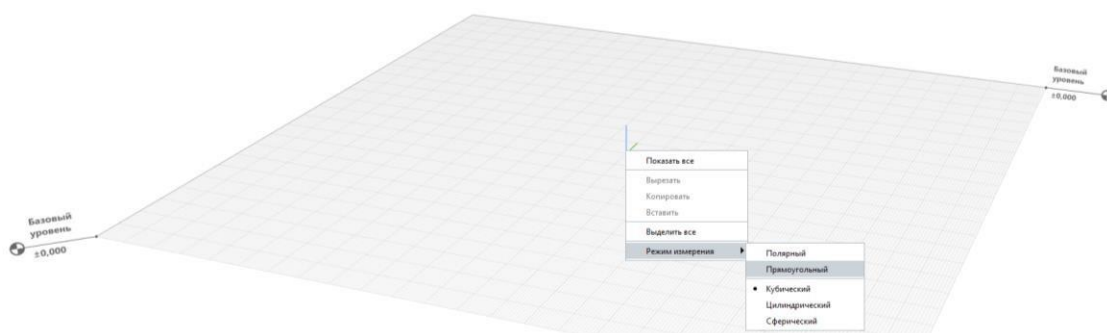

Рис. 6 Выбор Режим измерения
- щёлкнуть ПКМ по осям и из контекстного меню выбрать **Режим измерения – Прямоугольный** (рис. 6)